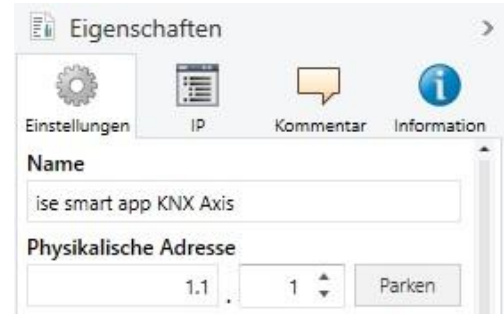

Abbildung 2 Geräte-Eigenschaftendialog der ETS
2. Zeigen Sie die Eigenschaften des Geräts im Sidebar der ETS an, wie in Abbildung 2 Geräte-Eigenschaftendialog der ETS **Fehler! Verweisquelle konnte nicht gefunden werden.** gezeigt.